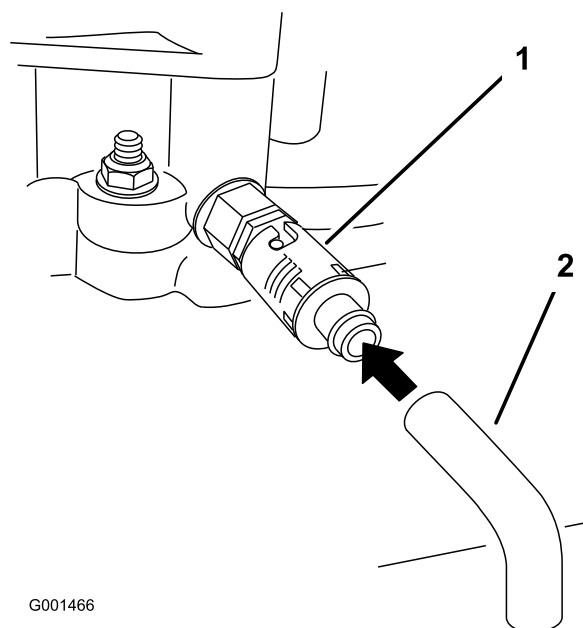

Figure 30
- Remarque:** Tournez le robinet de vidange d'huile pour permettre à l'huile de s'écouler (Figure 30).
7. Enlevez le flexible de vidange (Figure 30).